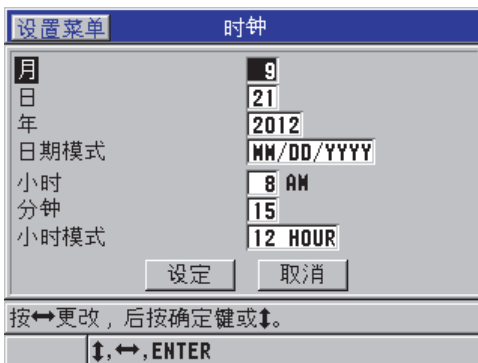

图 4-3 时钟屏幕
3. 在**时钟**屏幕中，将参数设置为当前日期和时间（参见第 53 页的图 4-3）。